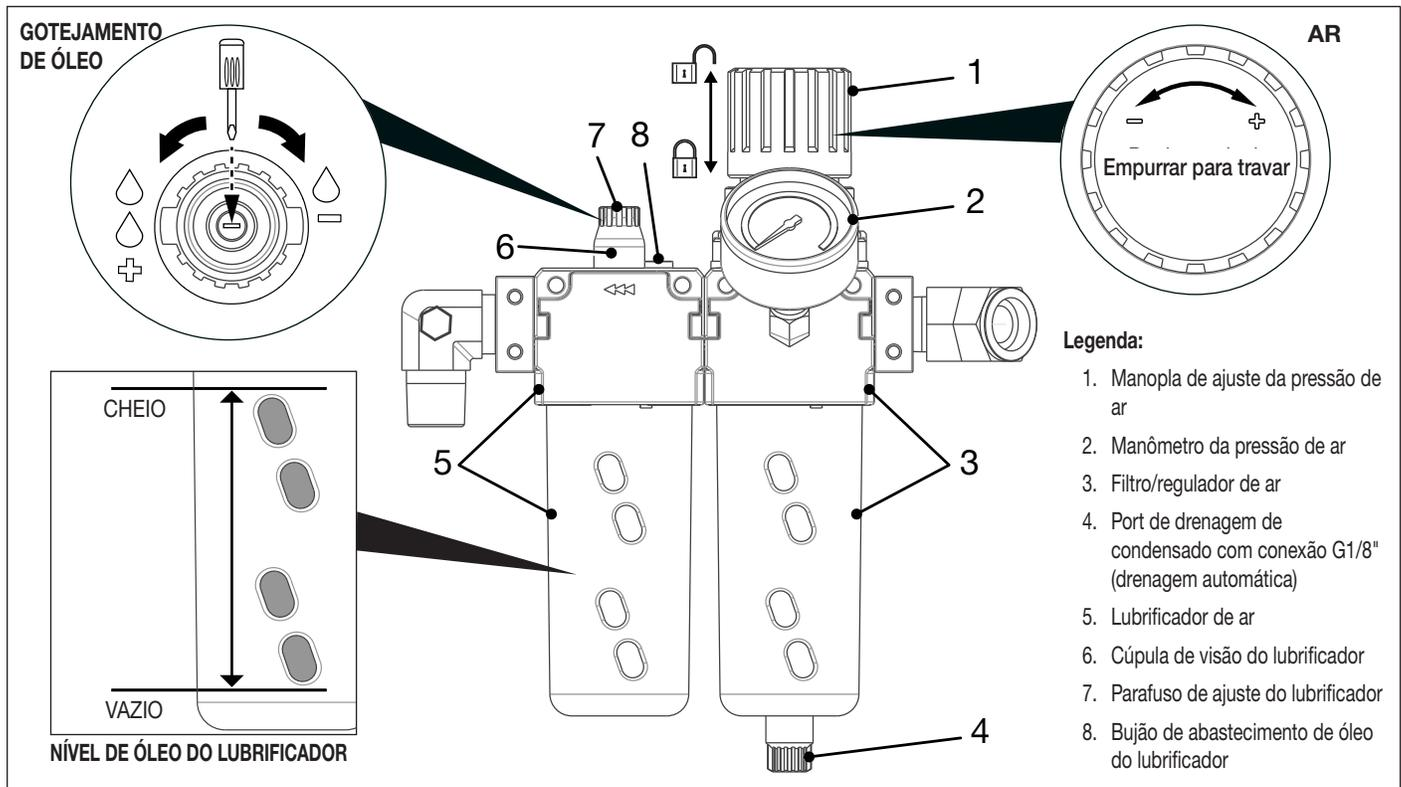

Figura 6: Filtro de ar/regulador e lubrificador
Para ajustar a pressão de ar: Com a bomba não funcionando, puxe o botão de ajuste de pressão do ar para desbloquear o ajuste. Gire o botão em sentido horário para aumentar o ajuste ou em sentido anti-horário para reduzi-lo. Empurre o botão para travar o ajuste. Um manômetro localizado na frente do regulador indica a pressão do ar. Veja Figura 6.
O lubrificador de ar injeta óleo no fluxo de ar comprimido, fornecendo lubrificação para o motor de ar da bomba. Veja Figura 6. O óleo lubrificante de ar (fornecido pelo usuário) deve ser adicionado ao lubrificante de ar antes do acionamento inicial da bomba.
3. Adicione lentamente óleo lubrificante de ar conforme necessário. Consulte o gráfico de nível de óleo em Figura 6.
A taxa de gotejamento do lubrificador de ar deve ser ajustada antes que a chave de torque seja usada na porca ou no parafuso. Veja Figura 6.